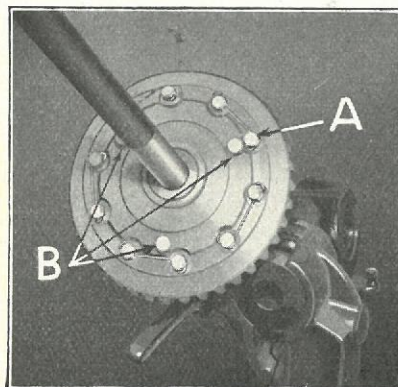
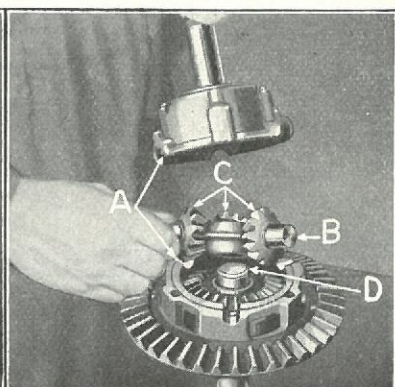

Fig. 325
Fig. 326
570 Klip Sikringstraaden over og udtag de 10 Skruer i Differential-Kronhjulet (Fig. 325-A). Klip ligeledes Sikringstraaden for de 3 Differentialhusmøtrikker »B« over og skru Møtrikkerne af. Det højre og venstre Differentialehus kan nu adskilles (Fig. 326-A), og Differentialkrydset »C« og Skiven »D« løftes ud. Højre og venstre Differentialehus kan nu tages af Akslen.
- hjulsskruer gennem Differentialhuset og spænd dem godt til. Skruerne sikres med Staaltraad to og to (Fig. 325-A).
- 603** Anbring Skiven »D« (Fig. 326) paa Akselenden.
- 604** Anbring Krydset »B« (Fig. 326) med Differentialdrevene »C« i venstre Differentialhus. Pas Differentialdrevenes Tænder ind i Kronhjulets.
- 605** Sammenlæg højre og venstre Differentialhus, som vist paa Fig. 326-A, og paase, at Tænderne gaar i rigtigt Indgreb.